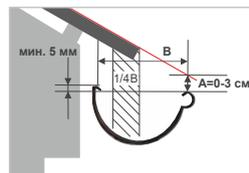

рис. 1
- 1.4 Вертикальная проекция нижней кромки кровельного покрытия должна выступать от 1/4 до 1/2 желоба. При этом желоб не должен пересекать плоскость, которая является продолжением поверхности кровли, во избежание повреждений, вызванных сходом снега с кровли (рис. 1).